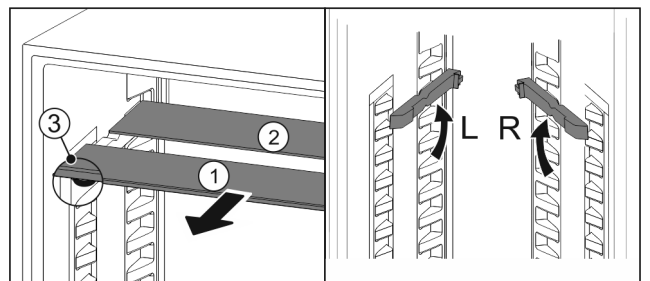

Fig. 27
- Посуньте Fig. 27 (1) скляну панель вперед.
- ▷ Скляна панель Fig. 27 (1) з декоративною планкою лежить спереду.
- ▷ Стопори Fig. 27 (3) показують вниз.